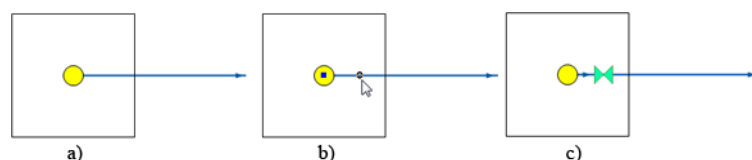

Рисунок 6.12. Вставка объекта на существующую сеть
2. Отметить точку вставки на участке, для этого подвести курсор к предполагаемой точке разбиения и нажать левую клавишу мыши. Место на отрезке отобразится кружком, в точке перелома- квадратиком (смотрите Рисунок 6.12, «Вставка объекта на существующую сеть»б);
4. Из списка объектов выбрать нужный и нажать левую клавишу мыши. Выбранный объект будет изображен на схеме. (смотрите Рисунок 6.12, «Вставка объекта на существующую сеть»).